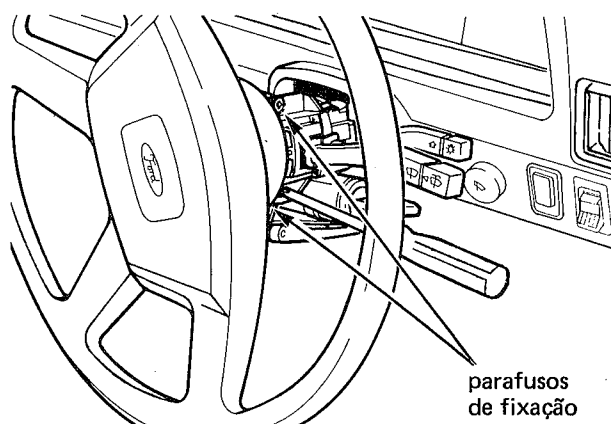

fig. 20
8. Remover os interruptores de funções múltiplas da coluna da direção (fig. 20)